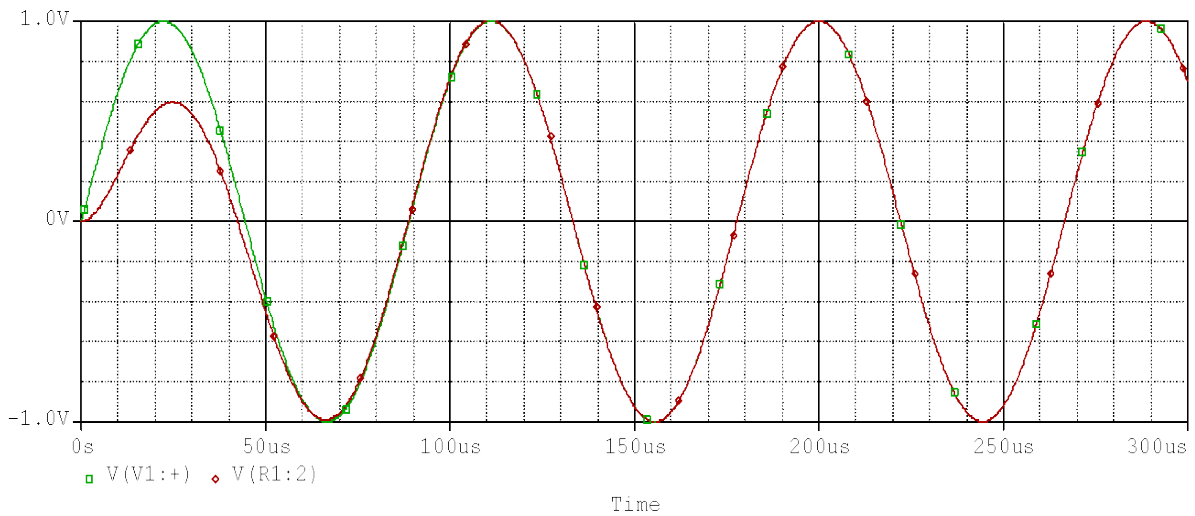
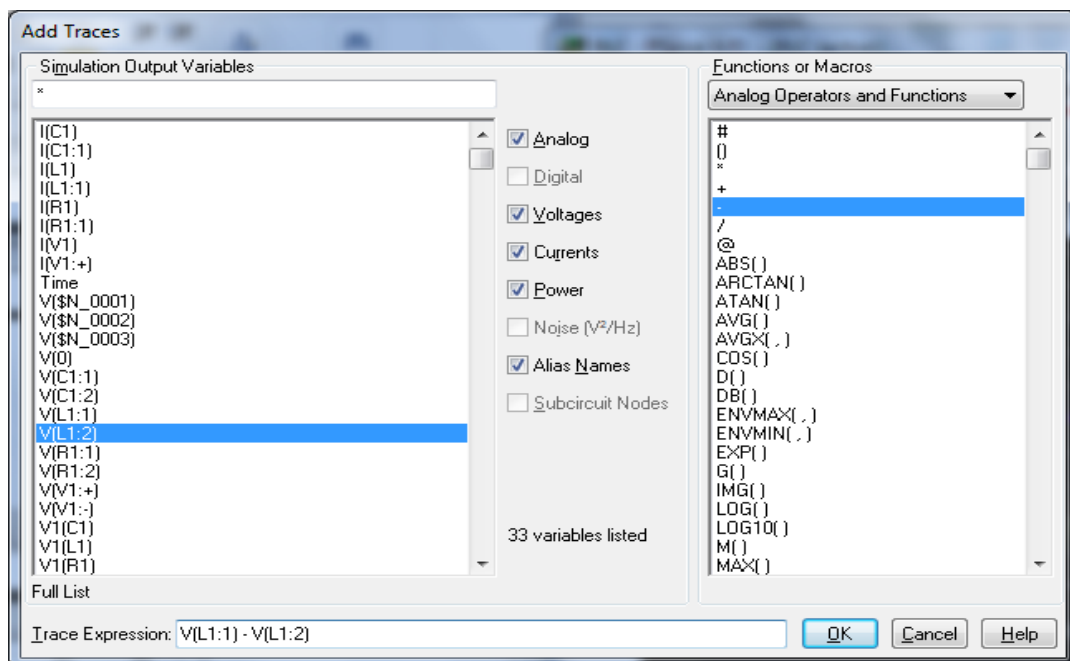

Рисунок 6.5 – Електричне коло з розгорнутою на весь екран діаграмою
Рисунок 6.6 – Вікно *Add Traces*
ними значеннями напруг. Закрийте вікно *Axis Settings*, натиснувши на кнопку *OK*, і оцініть зміни, що сталися на вашій діаграмі. Тепер вона повинна виглядати так, як це показано на рис. 6.5: зміна масштабу осі *Y* дозволила розгорнути діаграму на весь екран.
6. Тепер діаграма відображується на екрані найоптимальніше. Для більшої наочності до кривих, зображених на рис. 6.5, як нульову лінію потрібно додати потенціал точки «землі» $V(0)$, який ви можете знайти в списку діаграм у вікні *Add Traces* (рис. 6.6).
8. Щоб отримати різницю двох потенціалів, натисніть по черзі на рядки $V(L1:1)$ і $V(L1:2)$. Таким чином, позначення обох потенціалів будуть відправлені до поля *Trace Expression*. Тепер залишається тільки поставити між ними знак «мінус» (рис. 6.6). Це можна зробити, натиснувши «мінус» на клавіатурі або натиснувши на відповідний значок в правій частині вікна *Add Traces*.